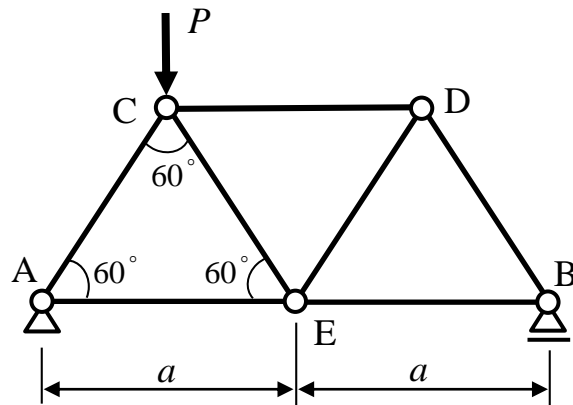

図 2
(2) 図 2 に示すように、単純支持されたトラス構造の節点 C に集中荷重 P が鉛直下向きに作用する場合について、以下の問に答えよ. なお、部材の長さは、すべて a であり、各部材の伸び剛性 EA は一定である.